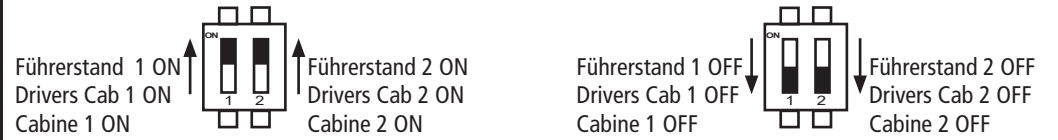

Fig. 9
Ausführung für Wechselstrom: siehe Fig. 9
A.C. operation: see fig. 9
Geschikt voor wisselstroombanen: fig. 9